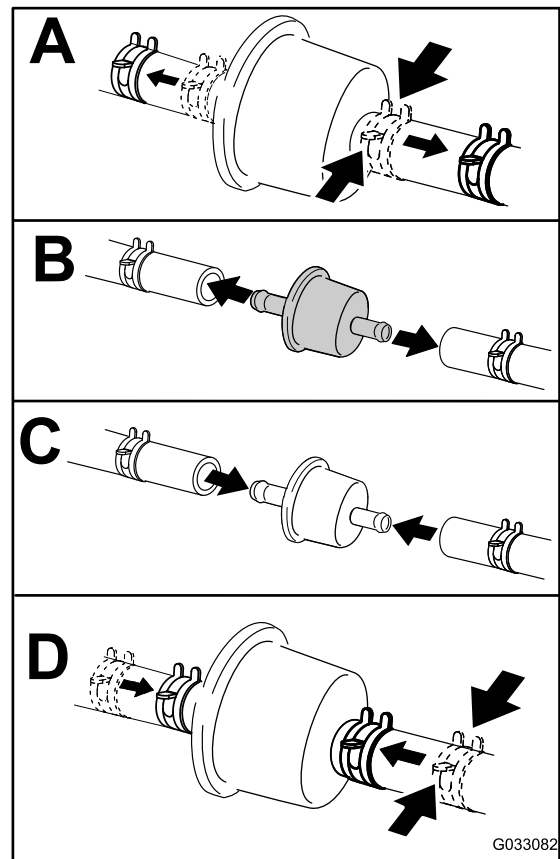

Bild 48
4. Tauschen Sie den Kraftstofffilter aus (Bild 48).